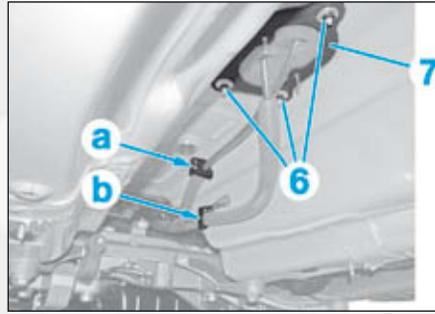

FIG.17
- Dégrafer en (a) et (b) puis dégager les entretoises de maintien des câbles du plancher (Fig.17).
- les écrous (6),
- le joint d'étanchéité (7),